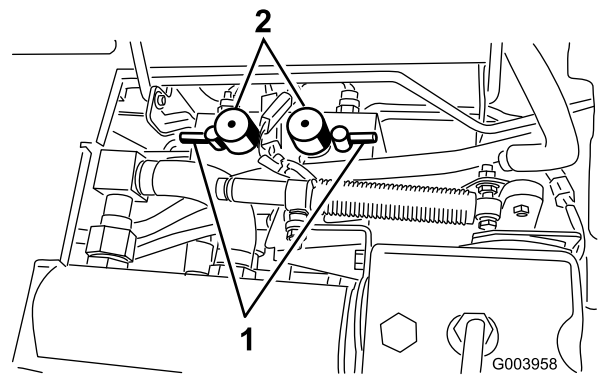

Figura 82
5. Ponga los mandos de velocidad de ambos molinetes en la posición 1 (Figura 82).
6. Seleccione la palanca de autoafilado correspondiente a los molinetes a autoafilar: delantero, trasero o ambos (Figura 82).